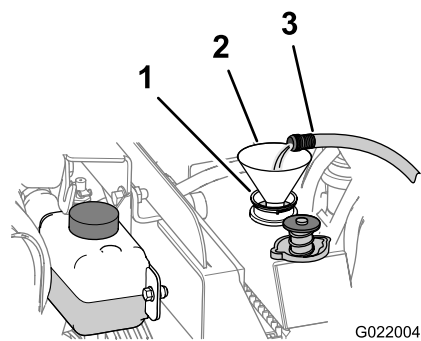

Figura 142
- B. Adicione água limpa até encher o radiador (Figura 142).